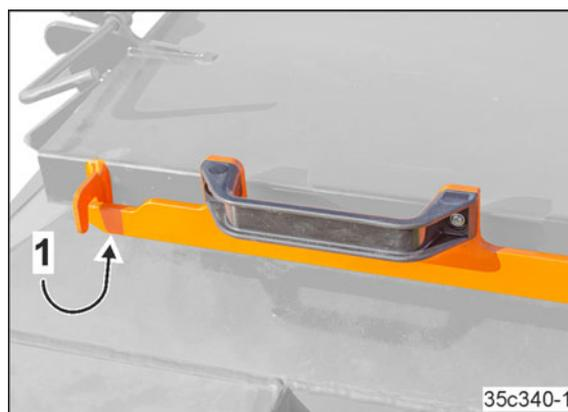

Fig. 260
5. Verrouiller le levier (Fig. 260/1).